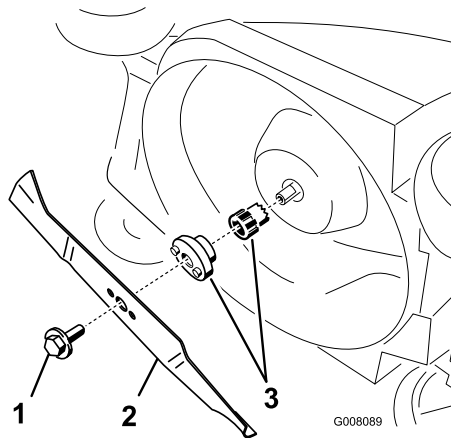

Figura 24
1. Sujete el extremo de la cuchilla (Figura 24) usando un paño o un guante grueso.